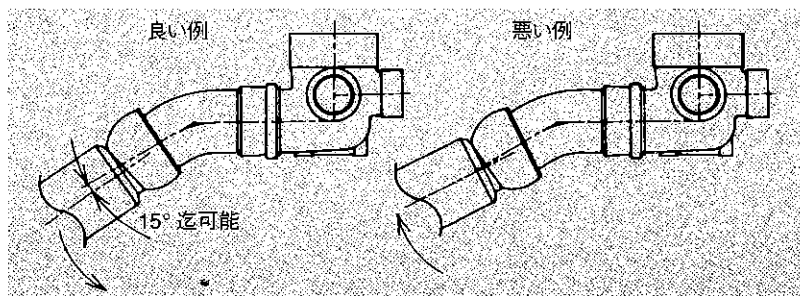

図5
⑤ 自在受口部は片側15°まで変角可能ですが、排水の溜り部を生じさせないために、図5に示す悪い例のような方向には曲げないで下さい。